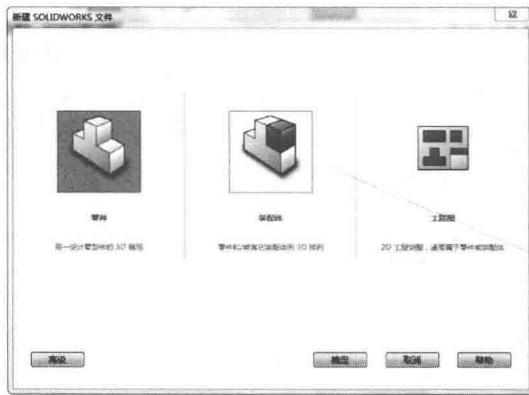

图 1-4 “新建 SolidWorks 文件”对话框
①单击【标准工具栏】中的【新建】按钮 ，新建 SolidWorks 文件。系统会弹出【新建 SolidWorks 文件】对话框，如图 1-4 所示，用户可以根据需要选择文件类型。